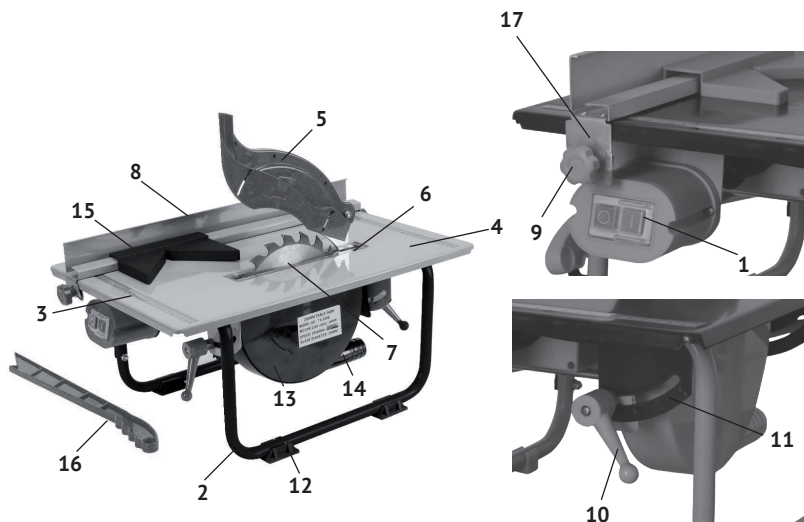
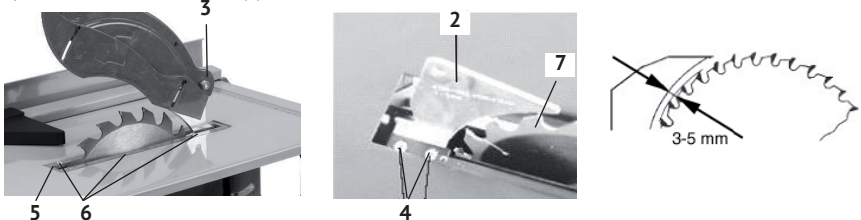

рис. 1
рис. 2
1.6 Общий вид и элементы пилы представлены на рис.1
1.7 Асинхронный двигатель крепится на пластине, закреплённой на раме (рис.1 поз.2), под рабочим столом (рис.1 поз.4). Трубчатая рама является основным несущим элементом пилы.
На защитных кожухах: верхнем (рис.1 поз.5) и нижнем (рис.1 поз.13) нанесены стрелки, указывающие направление вращения диска.
1.8 Для установки распиливаемой заготовки в нужном положении, на рабочем столе (с двух сторон) нанесена метрическая шкала (рис.1 поз.3).
Заготовка размещается на рабочем столе (рис.1 поз.4) в нужном положении с помощью параллельного (рис.1 поз.8) или закреплённого на нём углового упора (рис.1 поз.15). Распиливаемая заготовка подаётся оператором по рабочему столу к пильному диску вручную.
1.9 Выключатель – магнитный пускатель (рис.1 поз.1) расположен в торце передней части пилы. Он имеет две кнопки: зелёная с символом «I» - включение двигателя и красная с символом «0» - выключение двигателя (МЭК 60417).
- открутить 6 винтов крепления (рис.2 поз.6) вставки стола (рис.1 поз.5);
- закрепить винтами (рис.2 поз.4) на кронштейне расклинивающий нож
(рис.2 поз.2) так, чтобы он находился в одной плоскости с пильным диском (рис.2 поз.7) и на расстоянии 3 -5 мм, как показано на рис.2;
- совместив крепёжные отверстия кожуха (рис.2 поз.1) и расклинивающего ножа (рис.2 поз.2), соединить их винтом (рис.2 поз.3) и закрепить гайкой. Крепление не должно быть жёстким. Кожух должен иметь возможность вращения вокруг оси крепления, чтобы фиксироваться в выбранном положении относительно диска, в зависимости от толщины заготовки.
Установка параллельного упора (рис.1 поз.8) возможна с любой стороны от отрезного круга. Пластина упора имеет высокий и низкий плоские бортики, для обработки заготовок разной толщины. Кроме того, низкий бортик согнут под углом 90°, что обеспечивает удобную установку и перемещение (при резке) вдоль него углового упора (рис.1 поз.15).
- ослабив винты-барашки (рис.1 поз.9) зажимов, сдвинуть планку параллельного упора на необходимое расстояние от режущего диска.
Точность установки контролируется по шкалам (рис.1 поз.3), с двух сторон рабочего стола.
- надвинуть угловой упор (рис.1 поз.15) на параллельный упор, как показано на рис.1;
Нижний защитный кожух (рис.1 поз.13) имеет патрубок (Ø 35 мм) для подключения промышленного пылесоса. Необходимо всегда использовать систему отвода отходов, для обеспечения комфортных условий на рабочем месте. Во время работы регулярно проверять и (при необходимости) очищать каналы отвода отходов.